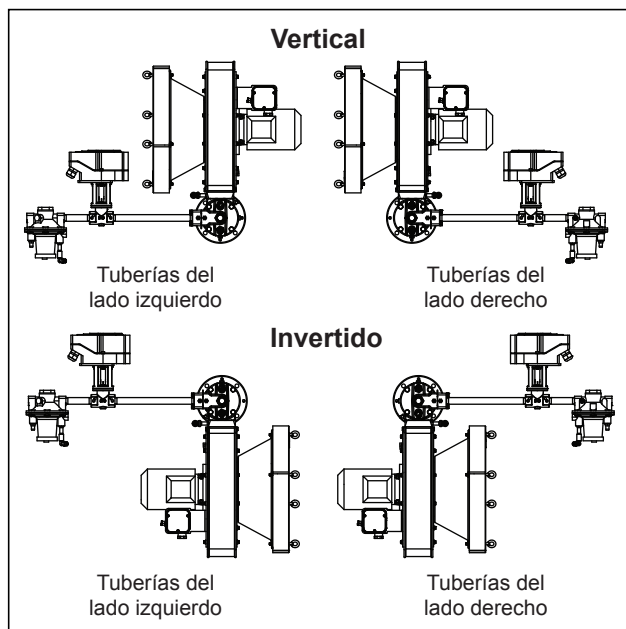

Figura 3.1 Configuración del quemador
- **Tipo de combustible:** La variación en el poder calorífico, densidad relativa e índice de Wobbe afectará el rendimiento del quemador. Si cualquiera de estos parámetros cambia en más de un ± 5% con respecto a la Figura 3.1 contacte con Eclipse para comprobar la conveniencia del combustible. Parámetros de características, dimensiones y especificaciones son dadas para cada ThermAir en las hojas de datos desde 114-1 hasta 114-9.